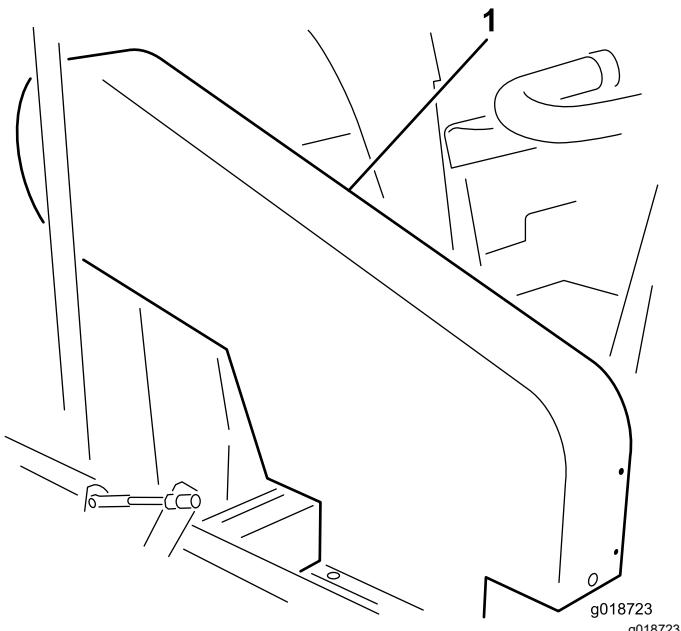

Рисунок 19
**Примечание:** Для проверки натяжения ремня нет необходимости снимать верхний кожух ремня (Рисунок 19). Чтобы снять кожух ремня, отверните 4 болта с шайбами и гайками, которые крепят кожух к раме. Не эксплуатируйте машину без установленных на штатных местах ограждений.
Проверьте натяжение, приложив к ремню посередине между шкивами крыльчатки и сцепления усилие 18–22 Н. Отклонение ремня должно составлять 1,3 см. Если отклонение неправильное, см. раздел Регулировка ремня привода крыльчатки \(страница 29\). Если отклонение правильное, продолжайте нормальную эксплуатацию (Рисунок 19).
Проверьте натяжение, приложив к ремню посередине между шкивами промежуточного вала и сцепления усилие 18–22 Н. Отклонение ремня должно составлять 6 мм. Если отклонение неправильное, см. раздел Регулировка ремня промежуточного вала \(страница 29\). Если отклонение правильное, продолжайте нормальную эксплуатацию (Рисунок 19).
- Удалите 4 болта с шайбами и гайками, которые крепят верхний кожух к раме (Рисунок 19).